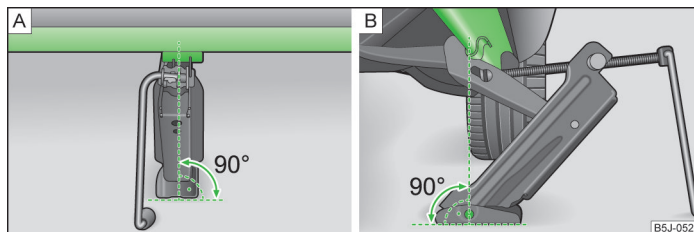

Fig. 181 Colocar el gato.
- Fijar el gato de modo que la garra abarque el alma vertical » fig. 181 - **B**.
- Apoyar la placa base del gato con toda la superficie en un suelo recto y asegurarse de que el gato se encuentra en posición vertical respecto a la posición en la que la garra abarca el alma » fig. 181 - A.